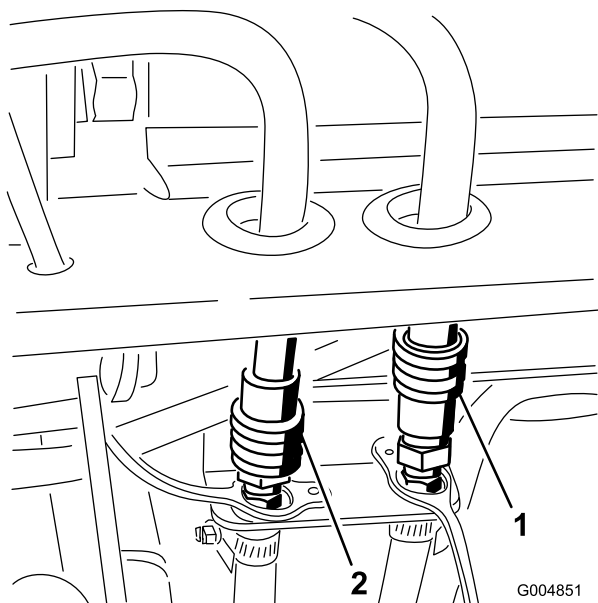

Figure 52
26. Branchez les flexibles de retour et de pression de la cabine aux raccords rapides du support de châssis arrière (Figure 52).